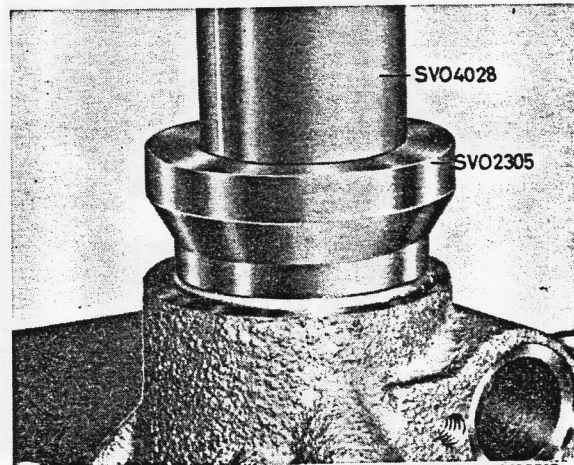

Bild 3-21. Radialdichtring einpressen
2. Tachometerantriebsrad (38. Bild 3-31) auf das Kugellager im hinteren Deckel setzen. Radialdichtring (41) in Deckel einschlagen, siehe Bild 3-21.